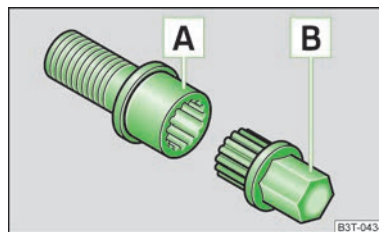

Fig. 159
- Introducir el adaptador **B** » fig. 159 con su lado dentado hasta el tope en el dentado interior del tornillo de rueda antirrobo **A**, de tal modo que ya sólo sobresalga el hexágono exterior.